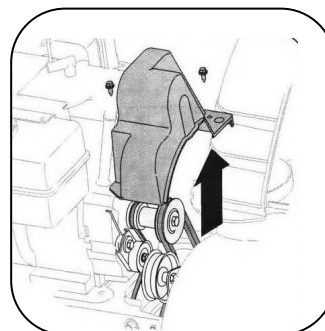

Рис.28
2. Соберите новую подрезную пластину, убедившись, что головки болтов каретки находятся внутри корпуса. Надежно затяните. См. рис.28.